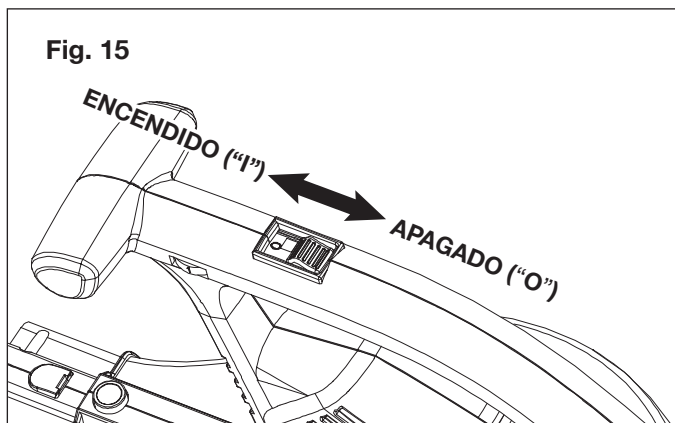

Fig. 15
1. Para encender la sopladora/ aspiradora/ trituradora, deslice el interruptor de encendido y apagado hacia la posición de ENCENDIDO ("I") (Fig. 15).
2. Para detener la unidad, deslice el interruptor de encendido y apagado a la posición de APAGADO ("O") (Fig. 15).